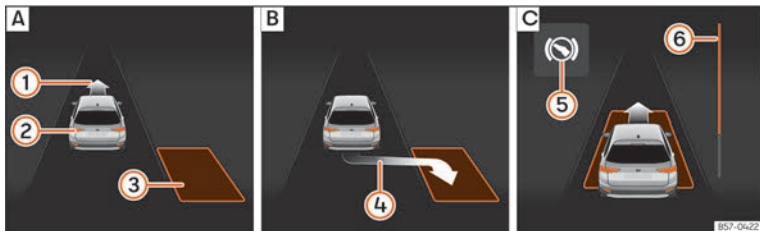
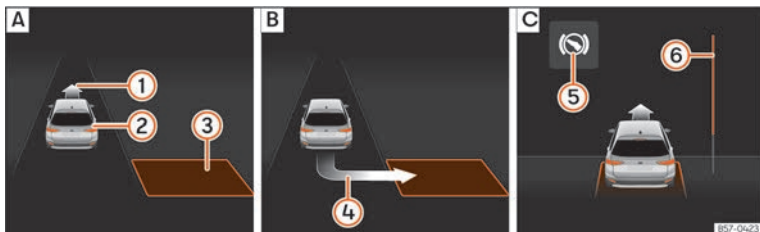

Abb. 188 Am Bildschirm des Kombi-Instruments: längs einparken. [A] Parklücke suchen. [B] Position zum Einparken. [C] Rangieren.
Abb. 189 Am Bildschirm des Kombi-Instruments: quer einparken. [A] Parklücke suchen. [B] Position zum Einparken. [C] Rangieren.
- Schauen Sie auf der Bildschirmanzeige im Kombi-Instrument, ob die Parklücke als „geeignet“ erkannt wurde und ob die korrekte Position zum Einparken »» **Abb. 188** [B]
oder »» **Abb. 189** [B] erreicht wurde. Die Parklücke wird als „geeignet“ betrachtet, wenn auf dem Bildschirm des Kombi-Instruments die Anzeige zum Einparken erscheint ④.
• Fahren Sie rückwärts, bis das Dauertonsignal des ParkPilot ertönt; **ODER:** fahren Sie zurück, bis auf dem Bildschirm des Kombi-Instruments die Anzeige für Vorwärtsfahren **» Abb. 188 [C]** oder **» Abb. 189 [C]** erscheint; **ODER:** fahren Sie zurück, bis am Bildschirm des Kombi-Instruments die Meldung **Park Assist beendet** erscheint. Die Fortschrittsanzeige **6** zeigt den zurückzulegenden Abstand an **» Seite 289.**
• Fahren Sie vorwärts, bis das Dauertonsignal des ParkPilot ertönt; **ODER:** fahren Sie vorwärts, bis am Bildschirm des Kombi-Instruments die Anzeige zur Rückwärtsfahrt erscheint. Der Parklenkassistent lenkt das Fahrzeug vorwärts und rückwärts bis es in der Parklücke zentriert ist **» Abb. 188 [C]** oder **» Abb. 189 [C].**
» Abb. 188 6 und **» Abb. 189 6** im Display des Kombi-Instruments zeigt symbolisch die noch zu fahrende relative Fahrstrecke an. Je länger die Distanz ist, desto größer ist der Füllstand des Fortschrittsbalkens. Bei Vorwärtsfahrt nimmt die Füllung des Fortschrittsbalkens nach oben ab und bei Rückwärtsfahrt nimmt die Füllung des Fortschrittsbalkens nach unten ab.